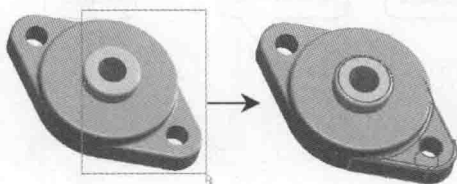

图 1-13 框选选择对象
- **框选:** 可以通过拖动选框来选择对象, 利用鼠标在对象周围拖出一个方框, 方框内的对象将全部被选中, 如图 1-13 所示。可以在选取对象时按住〈Ctrl〉键, 通过拖动多个选框来选择多组对象。